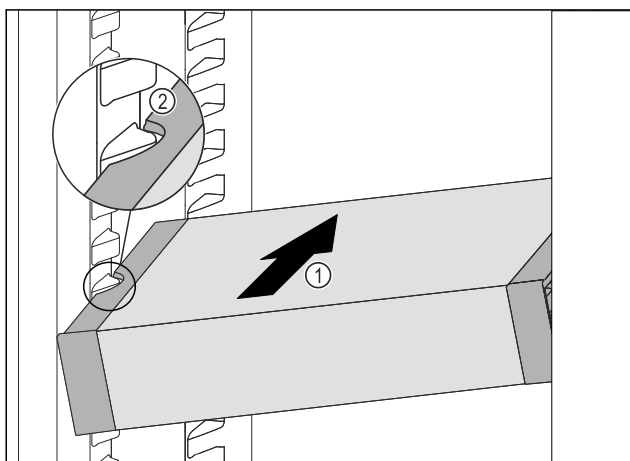

Fig. 114
- VarioSafe skjuts in snett i kyldelen Fig. 114 (1), tills sidofördjupningarna Fig. 114 (2) hos VarioSafe är i samma nivå som behållarlisterna i kyldelen.